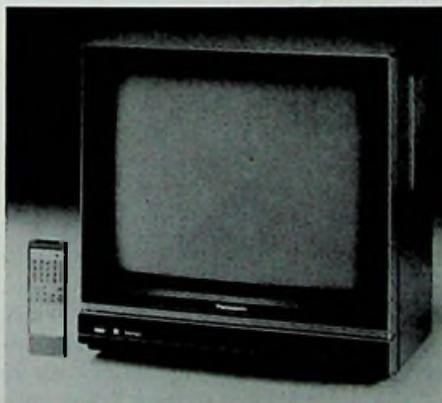

Bild 1: 54-cm-Farbfernsehempfänger mit Rechteckbildröhre (Panasonic-Pressbild)
Hälfte der Achtziger Jahre fällig. Diese neuen Röhren heißen international „Flat Square Tubes“ oder „Full Square Tubes“, was sich dann kurz FST schreibt. Die werden aber auch „Square Planar“ (SP) oder schlicht „Square Tubes“ (ST) genannt. Hinter diesen Schlagworten verbergen sich Bildschirme, die einen größeren Krümmungsradius haben, also ebener sind und bei denen man die Ecken stärker betonen konnte (**Bild 1**).